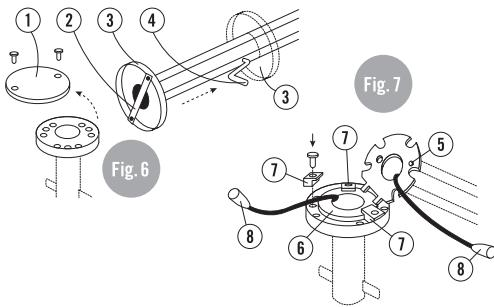

Fig. 6
- Dévisser le chapeau de la douille à enfourcer (1) (Fig. 6).
- Oter la barrette d'arrêt (2) du pied du mât et pousser l'anneau de serrage (3) jusqu'au-dessus du trou de la manivelle (4). Le caler contre le mât et le bloquer en introduisant la manivelle.